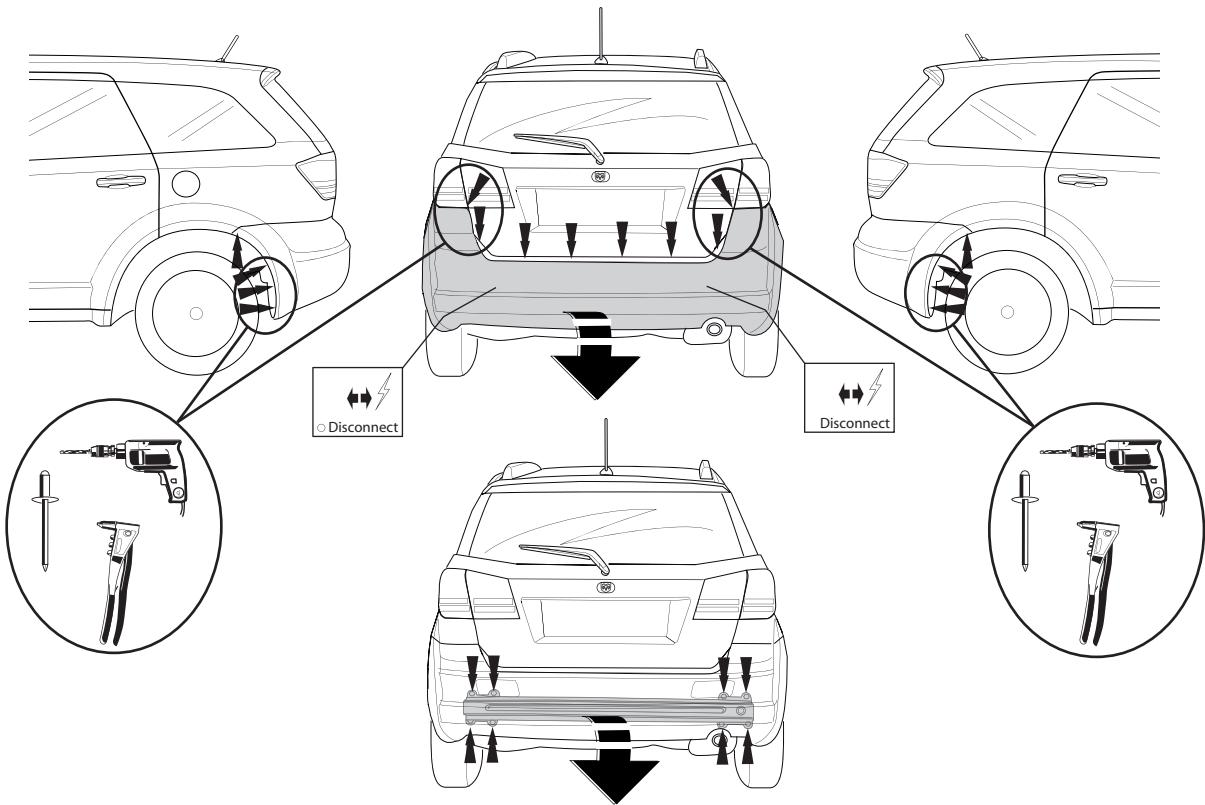

Fig. 1
1. Снять бампер вместе со стальным буферным бруском автомобиля; буферный брус больше не понадобится. См. рисунок 1.